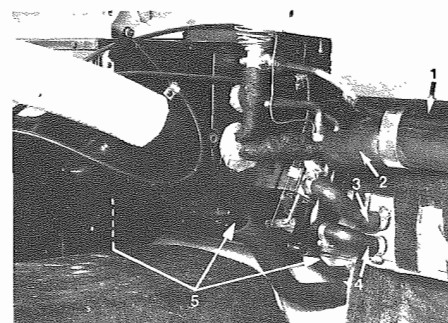

Fig. 9 - 1 - Tubo invio gas freon
- Smontare tubi freon ed acqua (**Fig. 9**).
- Staccare tubi scarico acqua di condensazione destro e sinistro e tubo piccolo destro (**Fig. 9**).
- Disassemble freon and water hoses (**Fig. 9**).
- Disconnect water condensation outlet hose right and left and the small right hose (**Fig. 9**).